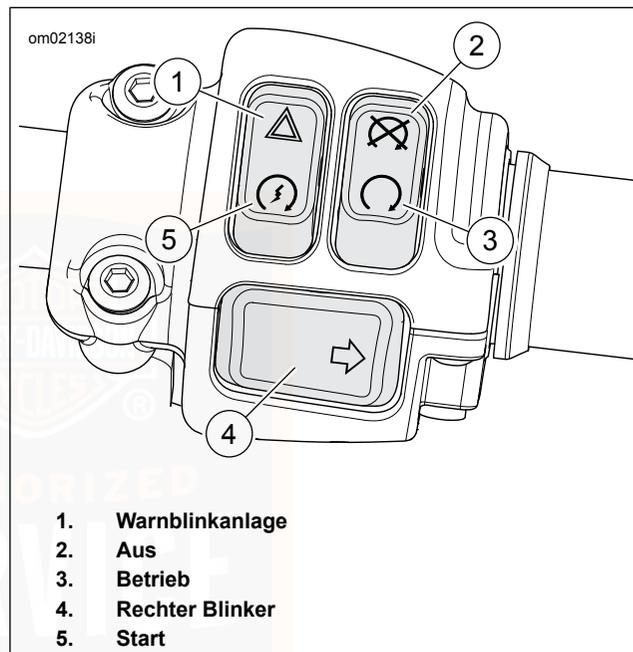

Abbildung 6. Rechtes Lenkerbedienungselementmodul
Siehe Abbildung 6. Der Warnblinkerschalter (1) dient zur dauerhaften Aktivierung des Vierfach-Warnblinkers bei einem liegengebliebenen Motorrad. Mithilfe der Warnblinker kann das Motorrad mit verriegelter Zündung zurückgelassen werden, bis Hilfe geholt wird. Siehe Tabelle 21.
Siehe Abbildung 6. Der Anlasserschalter (5) befindet sich am rechten Lenker-Steuermodul. Siehe Tabelle 21.
1. Den Motorbetriebsschalter EINSCHALTEN (3). Das Getriebe in den Leerlauf schalten. Die (grüne) Leerlauf-Kontrollleuchte leuchtet auf. Siehe Anlassen des Motors (Seite 111).
2. Die Zündung einschalten. Den Anlasser durch Drücken des Anlasserschalters (5) betätigen.
Siehe Abbildung 6. Den Motorbetriebsschalter (2) drücken, um den Motor abzustellen. Siehe Tabelle 21.
Siehe Abbildung 6. Den Motorbetriebsschalter (3) in BETRIEB-Stellung drücken, damit der Motor angelassen und betrieben werden kann. Der Motorbetriebsschalter muss sich in der BETRIEB-Stellung befinden, damit der Motor angelassen und betrieben werden kann. Siehe Tabelle 21.
Aktivieren: Siehe Abbildung 6. Den rechten Blinkerschalter (4) zur Aktivierung des rechten Blinkers betätigen. Siehe Tabelle 21.